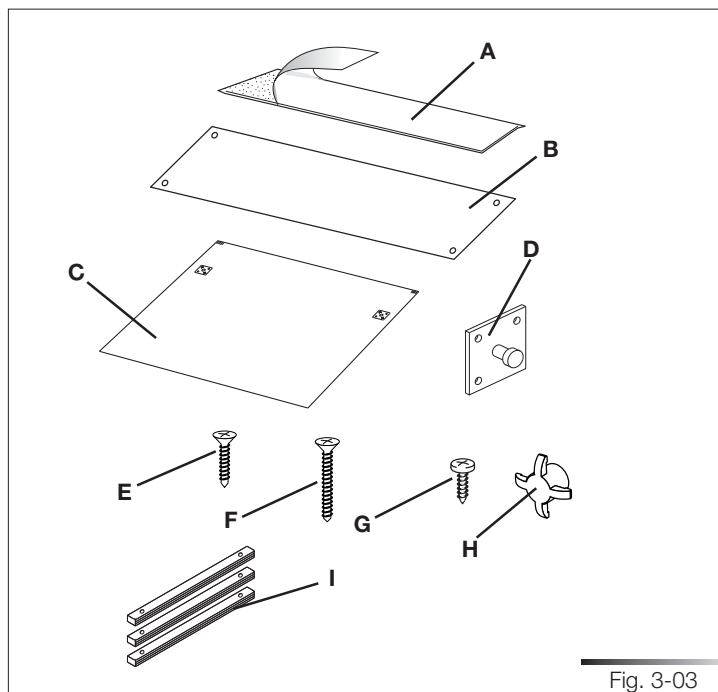

Fig. 3-03
- 1 protection adhésive contre la vapeur (réf. A fig. 3-03) ;
- 1 protection contre la vapeur en acier (réf. B fig. 3-03) ;\*
- 1 gabarit de perçage pour le panneau de la porte (réf. C fig. 3-03) ;
- 2 supports pour le panneau de la porte (réf. D fig. 3-03) ;
- 8 vis pour la fixation des supports du panneau de la porte (réf. E fig. 3-03) ;
- 2 vis pour la fixation de la porte (réf. F fig. 3-03) ;
- 2 vis pour la fixation du lave-vaisselle aux parois adjacentes (réf. G fig. 3-03) ;
- 2 cache-vis (réf. H fig. 3-03).
- 3 profilés de compensation (réf. I fig. 3-03).